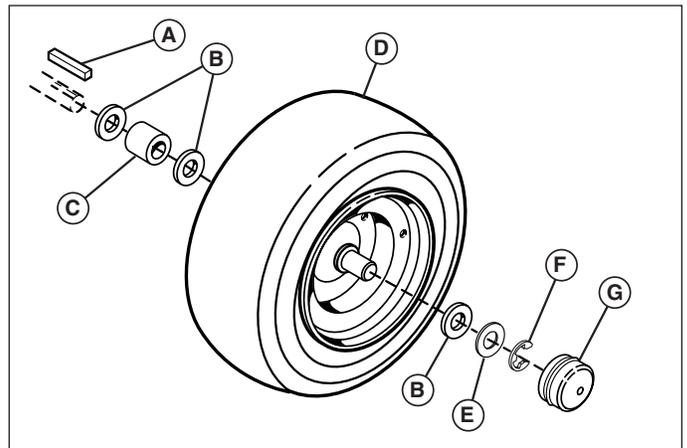

Figure 16. Lubrifier les arbres d'essieu arrière
5. Retirer le chapeau de moyeu en plastique (G, Figure 16).
6. Retirer le circlip (F), à l'aide d'un tournevis.
7. Retirer la petite rondelle (E) et la roue (D).